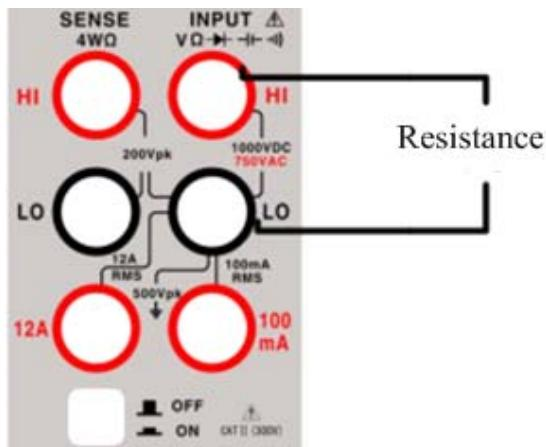

图 2.3.2 2W 电阻测量端子连接
2、按图 2.3.2 所示，将红色和黑色测试引线连接到各自的输入端子。